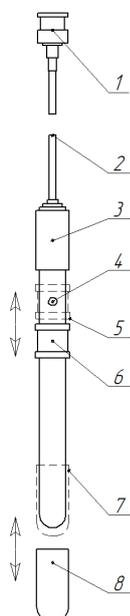

Рисунок 1 – Схема электрода ОВП
- 1) Необходимо убедиться в отсутствии механических повреждений электрода (рис. 1 поз. 3) и соединительного кабеля (рис. 1 поз. 2).
- 2) Если внутри электрода отсутствует электролит, то следует сдвинуть вниз поясок (рис. 1 поз. 6) и через заливочное устройство (рис. 1 поз. 4) из флакона (поставляется в комплекте) залить электролит до уровня заливочного отверстия. После полной заливки электрода и до начала его эксплуатации должно пройти 8 часов. При хранении поясок должен закрывать заливочное отверстие (рис. 1 поз. 4).
- 3) Перед началом измерений электрод необходимо подключить к датчику через BNC разъем (рис. 1 поз. 1), снять защитный колпачок (на рис. 1 поз. 8 – пунктиром показано положение защитного колпачка при транспортировке и хранении) и открыть заливочное отверстие опустив поясок вниз (рис. 1 поз. 6).